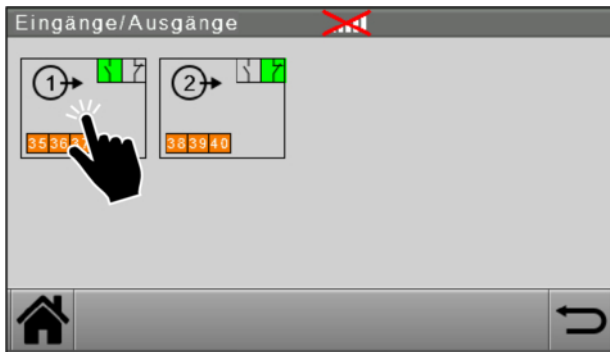

Abb. 85: Eingänge / Ausgänge
1. Ausgang 1 oder 2 wählen (siehe Abbildung 85).